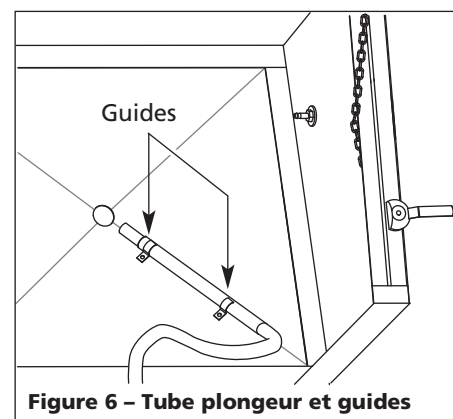

Figure 6 - Tube plongeur et guides
- Placer l'extrémité du tube plongeur dans le milieu de la cabine où le média de décapage est plus profond. Il y a des guides métalliques pour aider à stabiliser le tube plongeur (voir Figure 6).